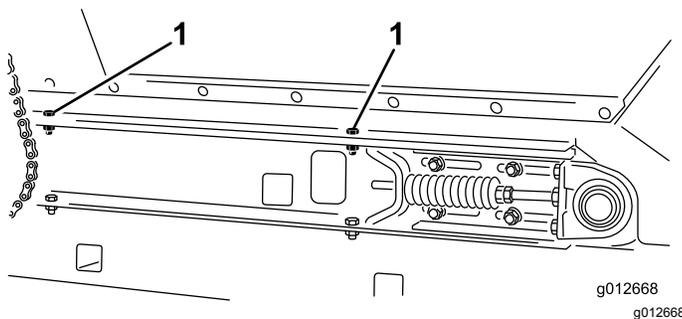

Рисунок 26
2. С каждой стороны машины отверните 2 болта с 2 шайбами и 2 контргайками, которые крепят бункер к балкам подвижной рамы (Рисунок 26).